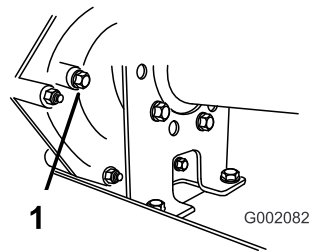

Figura 55
2. Îndepărtați urubul de la orificiul de indicare a nivelului (Figura 55).